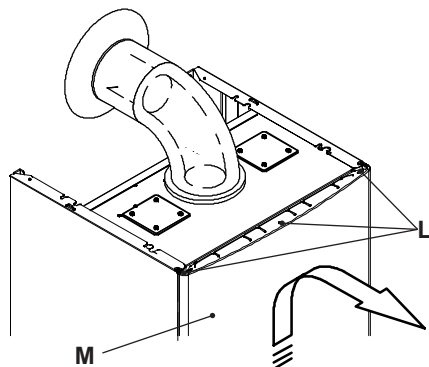

Figura 5.12
- Togliere il pannello frontale della caldaia come illustrato. Togliere le viti L. Rimuovere il pannello frontale M spostandolo verso l'alto in modo da liberarlo dai ganci inferiori Figura 5.12.